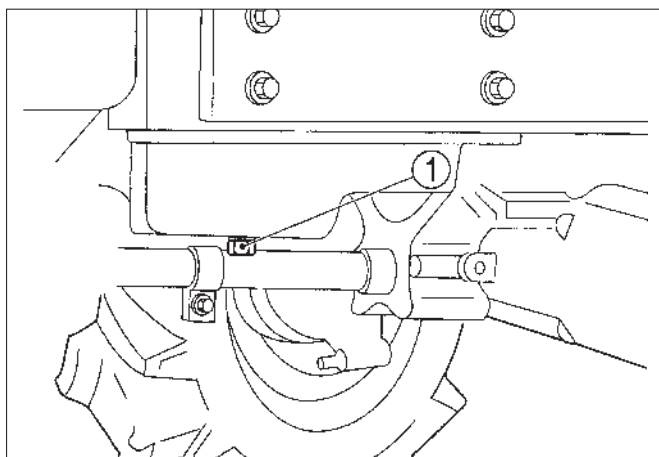

Fig. 73
FIG. 73: Pour faire la vidange d'huile du moteur – Utilisez le tracteur jusqu'à ce que l'huile soit suffisamment chaude. Retirez le bouchon de vidange (1) du moteur et laissez s'écouler toute l'huile.